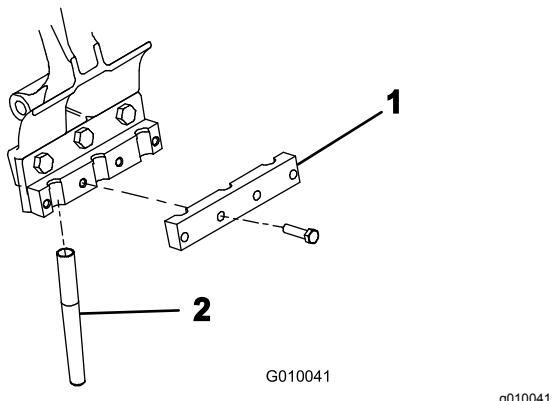

Figura 26
5. Instale, sem apertar, uma barra de fixação a cada suporte de dente (Figura 26) com 4 parafusos ($\frac{3}{8} \times 1\frac{1}{2}$ pol.). Não aperte os parafusos.